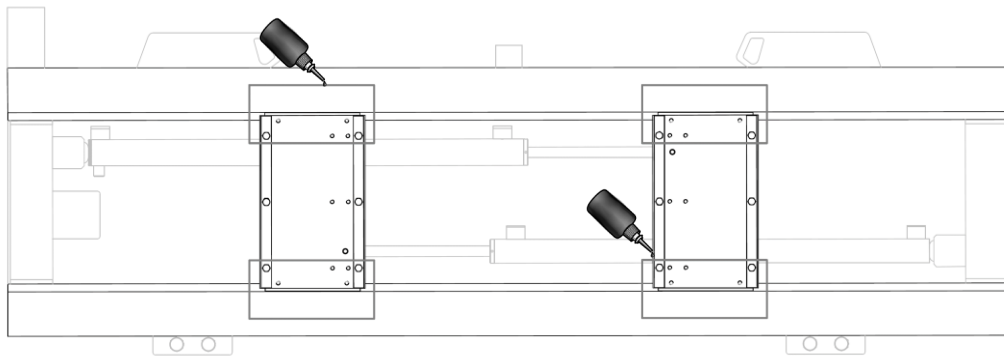
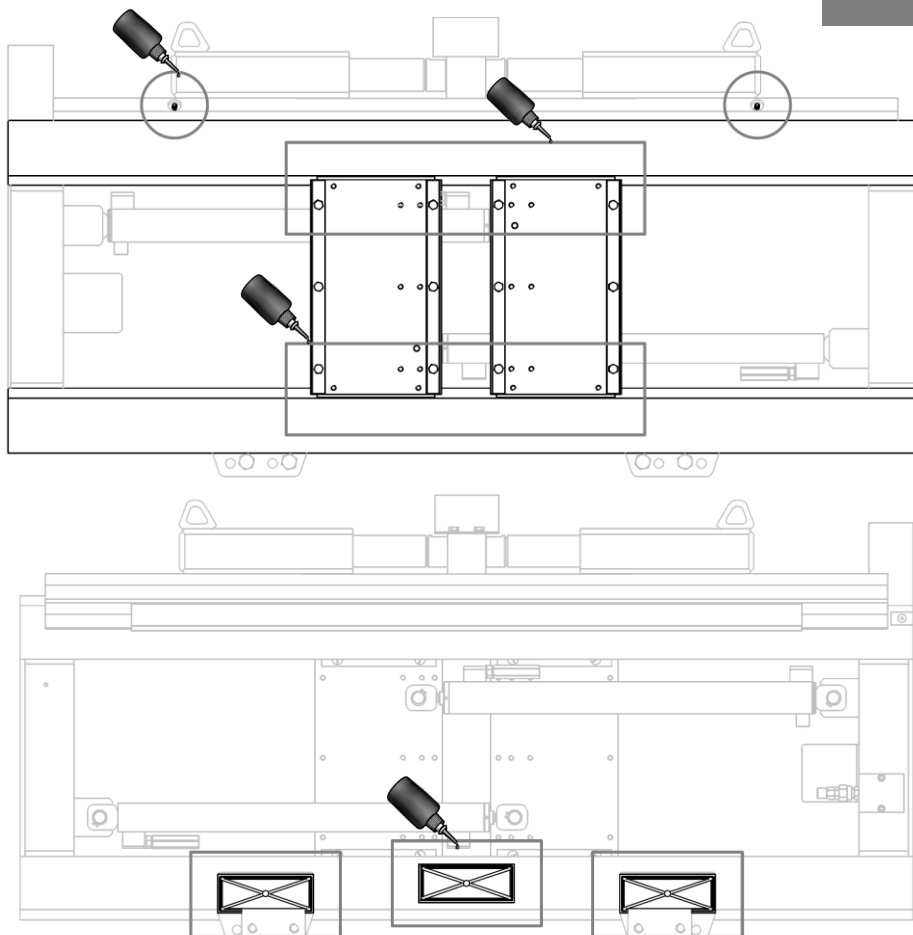

Figura 21
Figura 22
5. Limpiar y lubricar todas las piezas deslizantes (mira *Figura 21* y *Figura 22* a pag. 32).